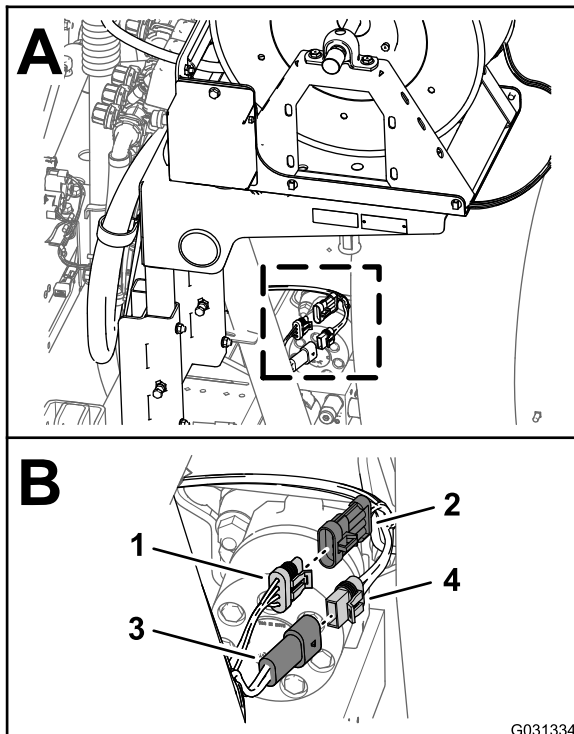

Figura 10
1. En la parte trasera de la máquina, localice el arnés de cables del kit de carrete de manguera giratorio en la parte trasera del depósito del fumigador (**Figura 10**).
2. Desconecte el conector hembra de 2 vías del arnés del carrete de manguera eléctrico del conector de 2 pines del arnés principal trasero (**Figura 10**).
3. Desconecte el conector de 3 pines del arnés del carrete de manguera eléctrico del conector hembra de 3 pines del arnés principal trasero (**Figura 10**).